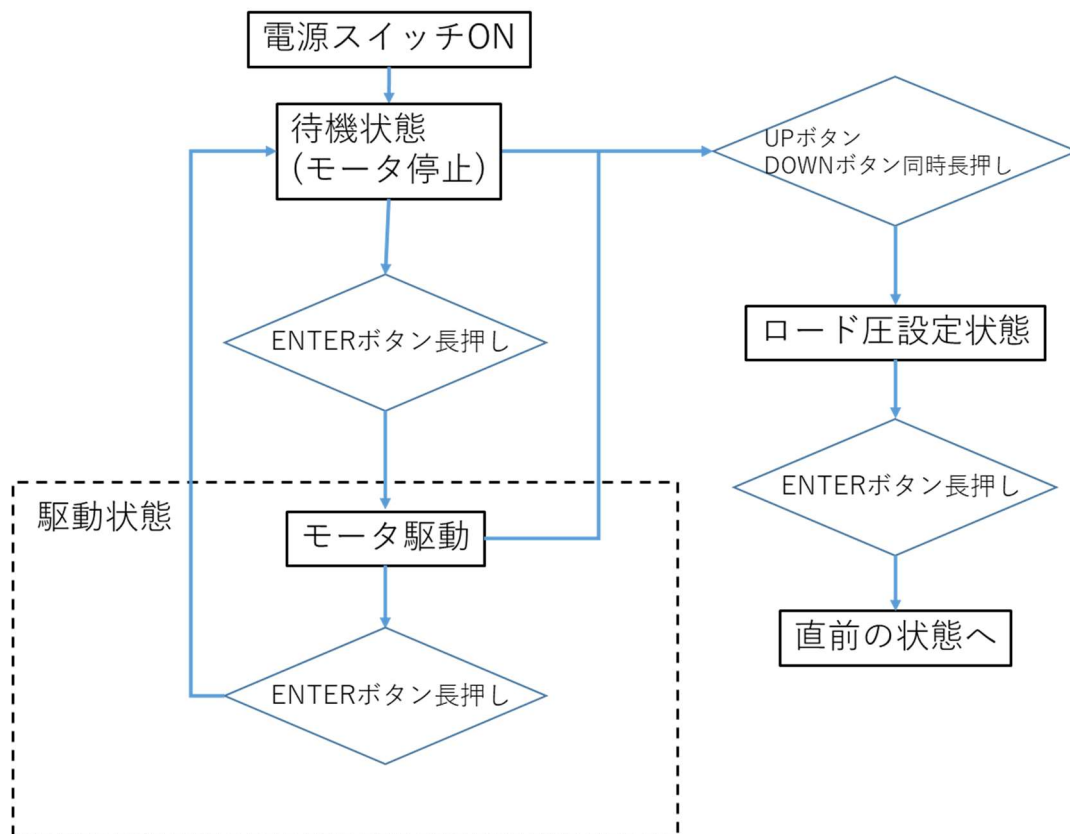

図 12. 状態遷移イメージ
3.3~3.7 項の動作について、②連続運転の遷移を図 12 にまとめます。